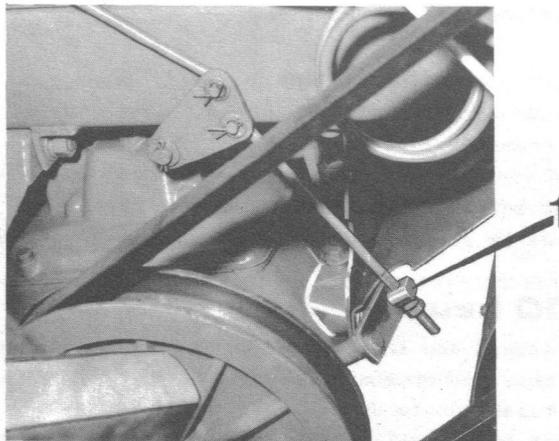

FIG. 47
- contrôler la valeur de la garde d'embrayage qui doit être de 12 m/m à 15m/m au niveau de la noix de commande (1 Fig.47)